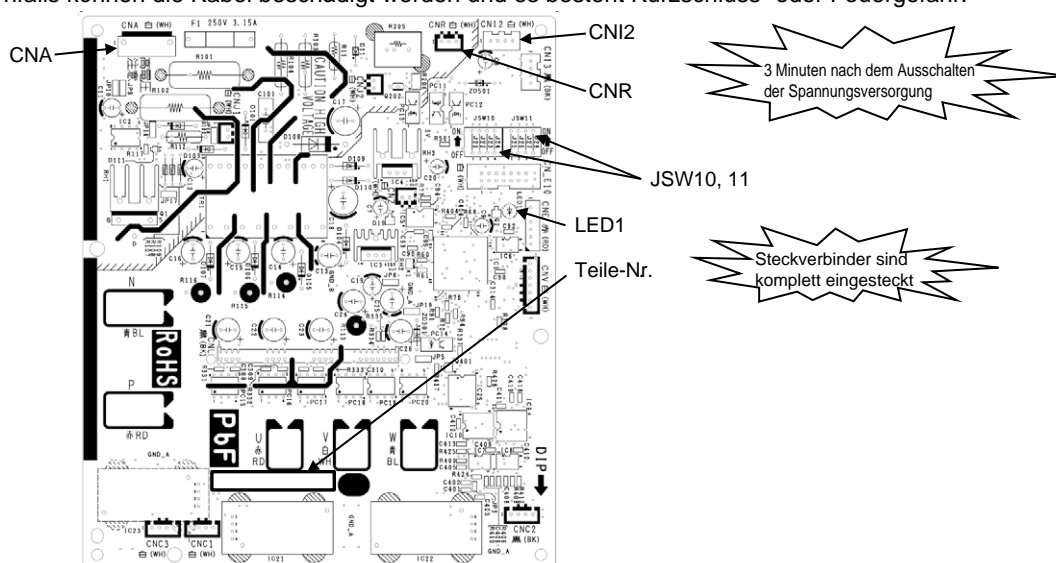

Abb. 1 Anordnung der Teile auf der Inverterplatine
- 5) Die Steckverbinder von der Inverterplatine trennen (siehe Abb. 1), den Snubber-Kondensator entfernen (siehe Abb. 4), die Kabelsätze („P“, „N“, „U“, „V“ und „W“) entfernen und dann die Inverterplatine austauschen. Beim Öffnen der vorderen Montageplatte keinesfalls von oben auf die Steuerung drücken. Andernfalls kann sich das Produkt verformen, und es besteht Verletzungsgefahr.